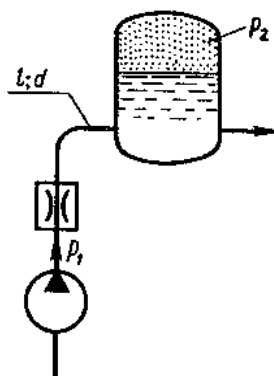

Рис.8
15. Какое давление должен создавать насос (рис.8) при подаче масла $Q = 0,4$ л/с и при давлении воздуха в пневмогидравлическом аккумуляторе $p_2 = 2$ МПа, если коэффициент сопротивления квадратичного дросселя $\xi = 100$; длина трубопровода от насоса до аккумулятора $l = 4$ м; диаметр $d = 10$ мм? Свойства масла $\rho = 900$ кг/м³; $\nu = 0,5$ Ст. Коэффициент ξ отнесен к трубе $d = 10$ мм.